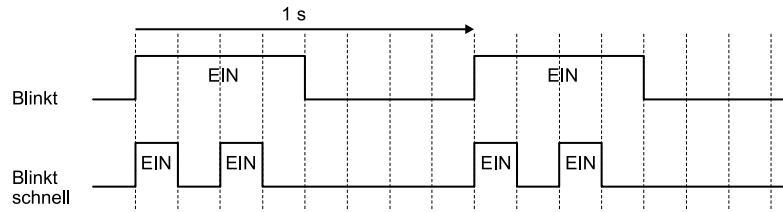

Abbildung 3.6 LED-Blinkzustände
*1 Den Unterschied zwischen Blinken und schnellem Blinken können Sie Abbildung 3.6 entnehmen.